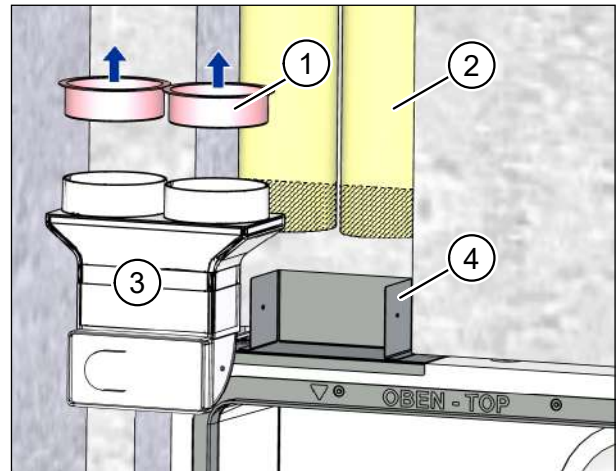

Abb. 28: Flexrohre ablängen
- ▶ Entfernen Sie die roten Schutzdeckel (Pos. 1 in Abb. 28) auf dem Flexrohranschluss (Pos. 3 in Abb. 28).
- ▶ Kürzen Sie die Flexrohre (Pos. 2 in Abb. 28) so weit, dass sich der Flexrohranschluss (Pos. 3 in Abb. 28) mit den eingesetzten Flexrohren leicht in die Fixierplatte (Pos. 4 in Abb. 28) einschieben lässt.